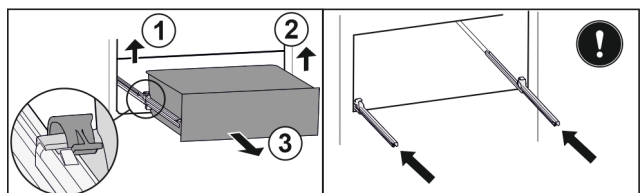

Fig. 37*
- ▶ Soulever la bride de serrage gauche et tirer dans le même temps le tiroir sur la gauche vers l'avant Fig. 37 (1).*
- ▶ Soulever la bride de serrage droite et tirer dans le même temps le tiroir sur la droite vers l'avant Fig. 37 (2).*
- ▶ Retirer le tiroir par l'avant Fig. 37 (3).*